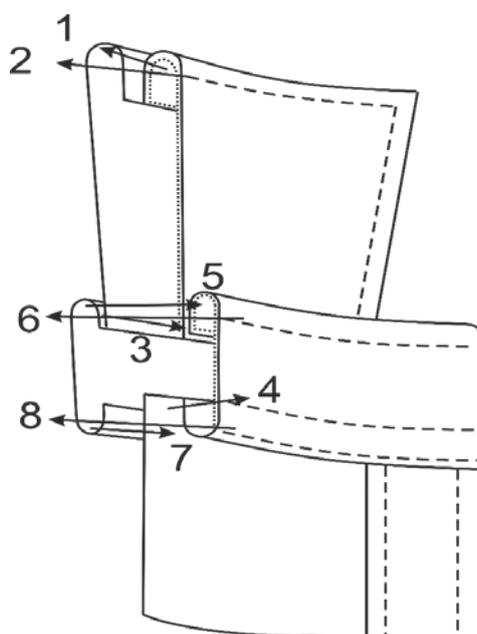

Рис. 2
2. Обтачайте верхний воротник нижним по отлёту и концам. (Рис. 2 строчка 1)
4. Настрочите отделочную строчку по отлету и концам воротника. (Рис. 2 строчка 2)
5. Скрепите верхний и нижний воротники по нижнему срезу. (Рис. 2 строчка 3)
6. Начертите линию обтачивания уступов стойки. Застрочите нижний срез верхней стойки с огибанием среза клеевого прокладочного материала. (Рис. 2 строчка 4)
7. Притачайте стойку к воротнику, обтачивая уступы стойки, подрежьте припуски швов обтачивания уступов, выверните стойку на лицевую сторону. (Рис. 2 строчка 5). Приутюжьте.
8. Настрочите отделочную строчку по шву соединения воротника со стойкой и краю уступов стойки. (Рис. 2 строчка 6)
24. Втачайте стойку нижнего воротника в горловину блузки-рубашки (см. рис. 2, строчка 7).
25. Настрочите стойку верхнего воротника на горловину (см. рис. 2, строчка 8).